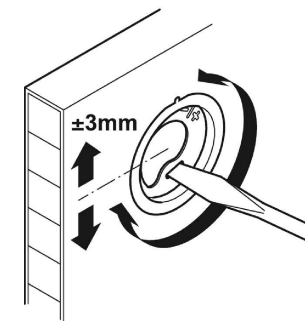

Рис.7
8. При необходимости выполните регулировку (Рис. 7).